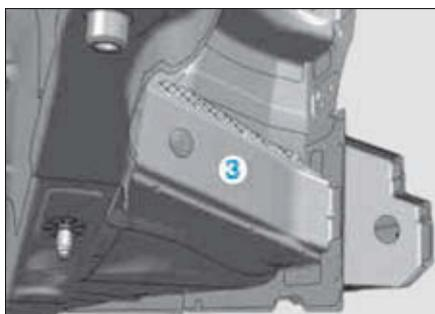

FIG. 27
- Chauffer la zone quadrillée de la traverse (3) (Fig.27).
- de la traverse (3) (Fig.27).